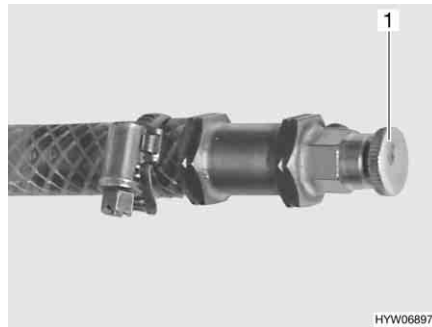

Fig. 265 Válvula de purga de la calefacción de agua caliente
- Abrir la válvula de purga (Fig. 265,1) y dejarla abierta hasta que deje de salir aire.